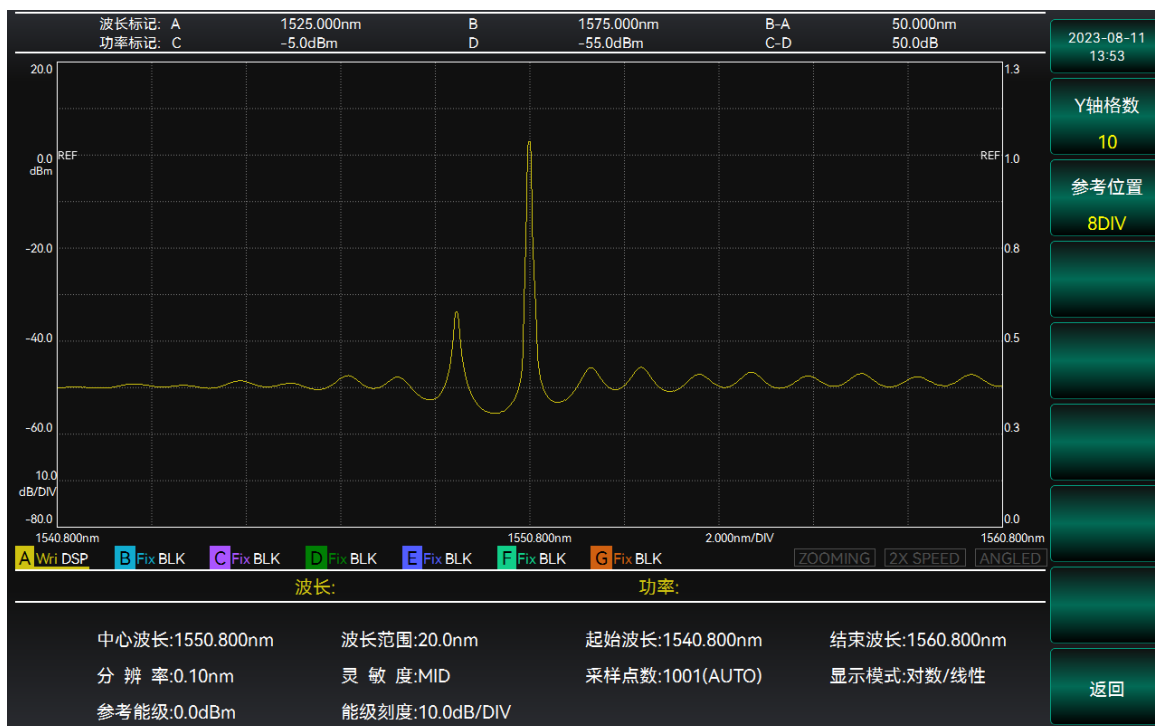

图 3.33 Y 轴设置界面
2. 选择【Y 轴格数】、【参考位置】，可分别设置相应的功能，操作界面如图 3.33 所示。